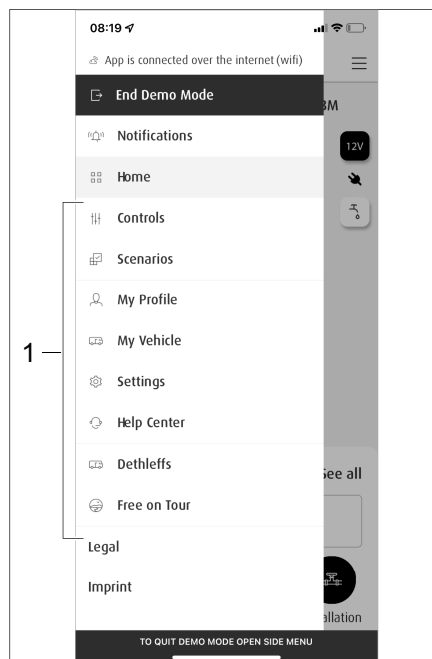

Fig. 290 Submenús
Se muestran los submenús (Fig. 290,1).
- Presionar en el área de menú *Escenarios* (Fig. 290,1).
- Seleccionar en los submenús (Fig. 290,1) el menú *Manejo*.
- Seleccionar en los submenús (Fig. 290,1) el menú *Mi vehículo*.